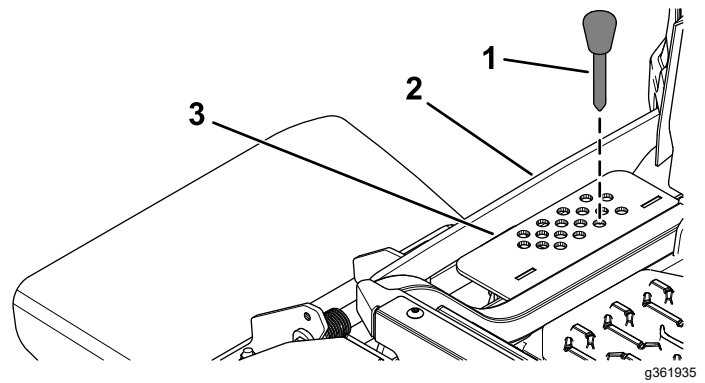

Figure 32
2. Seleccione el orificio del soporte de altura de corte que corresponde a la altura de corte deseada e inserte el pasador (Figure 32).
3. Presione hacia abajo el interruptor de elevación de la carcasa hasta que la biela de altura de corte apenas toque el pasador de altura de corte (Figure 32).